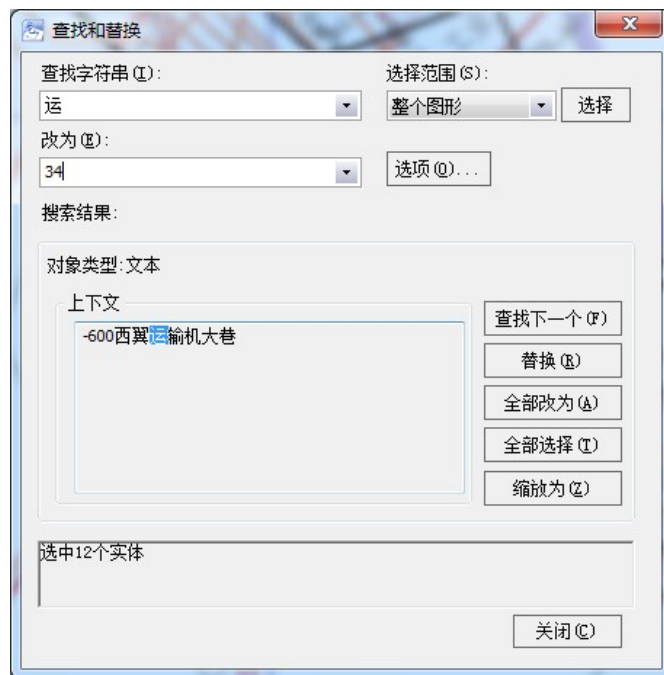

图 3-6 结果显示
- (5) **查找：**系统会根据【选项】及【查找字符串】的条件自动搜索并把搜索结果显示在对话框中，可连续单击进行查找其他满足条件的字符串。
- (6) **替换：**系统将【改为】中的内容替换掉【查找字符串】中的内容，如图 3-6 所示。
- (7) **全部改为：**可一次完成所有需要替换的内容的替换。
- (8) **全部选择：**可把整个图形里所有查找到的字符串一次完成修改。
- (9) **缩放为：**可将屏幕定位于所查找的字符串附近。